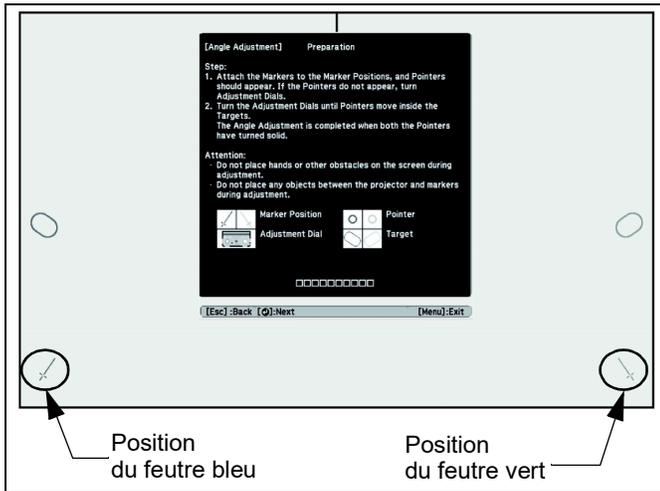

Figure 39
- Fixez les deux feutres à aimant (inclus avec le projecteur BrightLink) aux emplacements indiqués sur l'image projetée. (Voir figure 39)